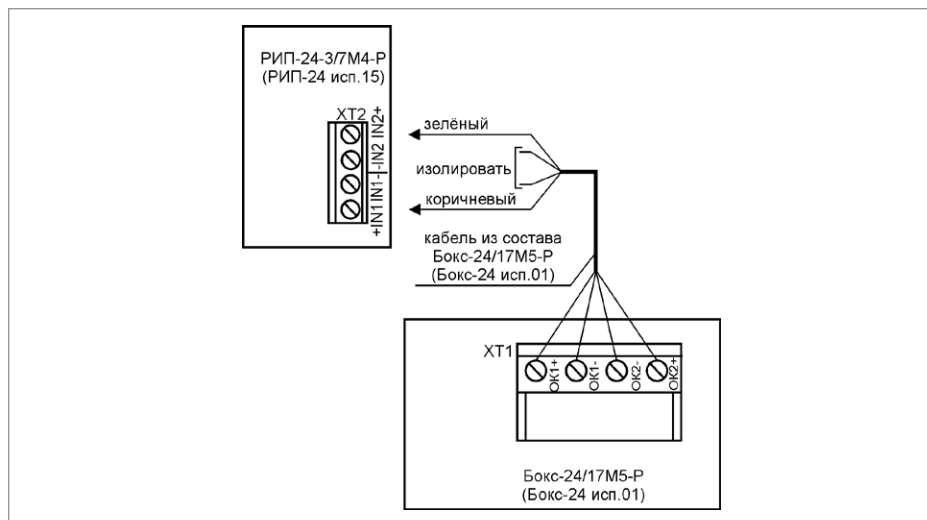

Рисунок 13. Схема подключения Бокс-24 исп.01 (Бокс-24/17М5-Р) к РИП
1. Схема подключения Бокс-24 исп.01(Бокс-24/17М5-Р) (далее - Бокс) представлена на рис. 13. Кабель подключения Бокса к РИП входит в комплект поставки Бокса и подключен к колодке XT1.